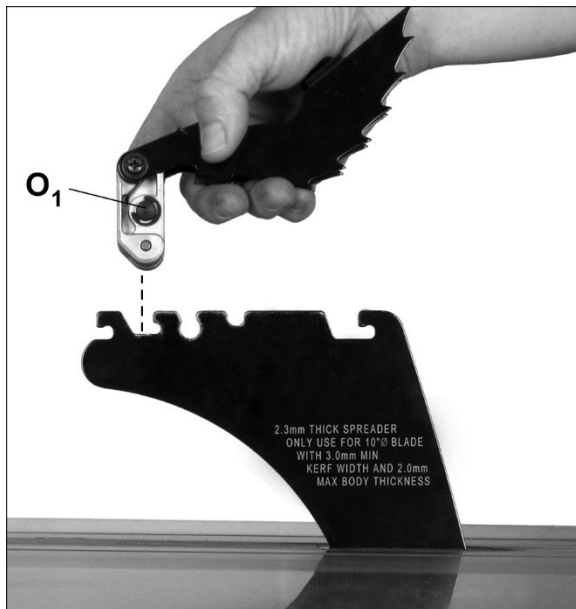

Figura 6-11
Vea la Figura 6-11 y 6-12.
2. Oprima sin soltar el botón (O1) en el lado opuesto de la cabeza para liberar el pasador de retención. Monte el conjunto de fiaadores hacia abajo, en la ubicación que se muestra en la Figura 6-11.